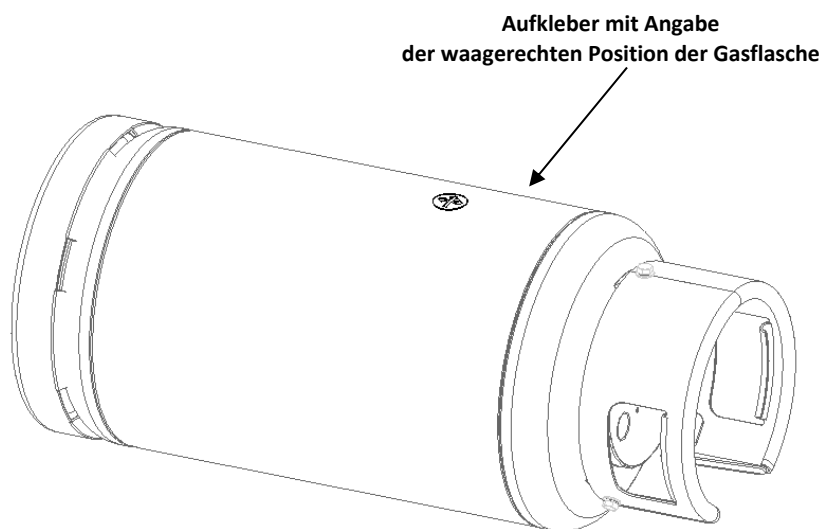

Abbildung 6. Waagerechte Aufstellung der Gasflasche – Ansicht des weißen Aufklebers mit Kreuz oben auf der Gasflasche
- Auf der oberen Oberfläche der Gasflasche befindet sich ein weißer Aufkleber mit einem Kreuz, der für eine waagerechte Ausrichtung der Flasche eingesetzt wird, so wie es auf der Abbildung 6 dargestellt wurde.